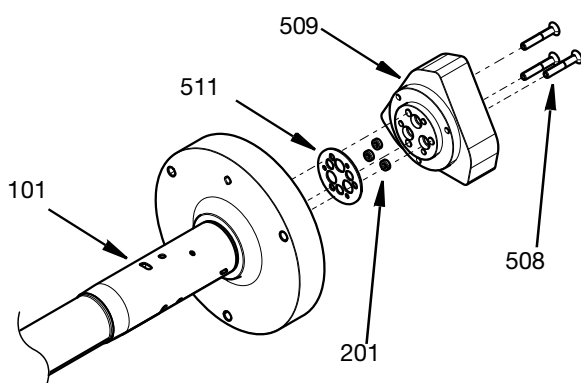

FIG. 27
7. Montez les trois joints restants de la tige (201) dans le boîtier du cylindre pneumatique (509). Voir **Kit d'outils pour l'insertion et le retrait des joints 25T489** page 35 pour l'installation des joints de la tige. Montez un joint neuf (511) et utilisez trois vis M4 (508) pour fixer le boîtier du cylindre pneumatique au corps central (101). Serrez au couple de 3,3 N•m. Voir FIG. 27.